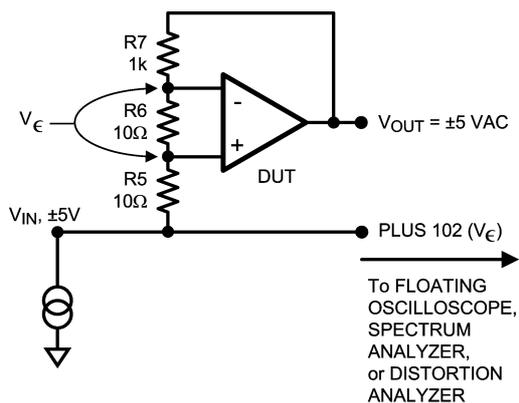

FIGURE 3. Test Circuit for Gain and Distortion of Amplifier at  $G = +1$
初期テストから LM4562 の非リニアリティは  $0.3ppm$  まで小さいことが示されました。この事実は間違いではありません。その理由は、入力振幅電圧が  $3V$  (rms) よりも大きいと、不完全 (非リニア) な CMRR によって非リニアリティは劣化を始めるからです。Figure 3 に示すように、ユニティゲイン・フォロワとして適用したときがこれに当てはまります。アンプをユニティゲイン・フォロワとして使用すると、LM4562 はある程度の非リニアリティを示しますが、改善は可能です。アドバイスが必要な場合はナショナルセミコンダクターまでお問い合わせください。ただし Figure 3 の回路は、信号、ノイズ、歪みがわかるほどの大きなゲインを与えません (100)。なおゲインは  $(R5 + R6 + R7)/R6$  の比です。